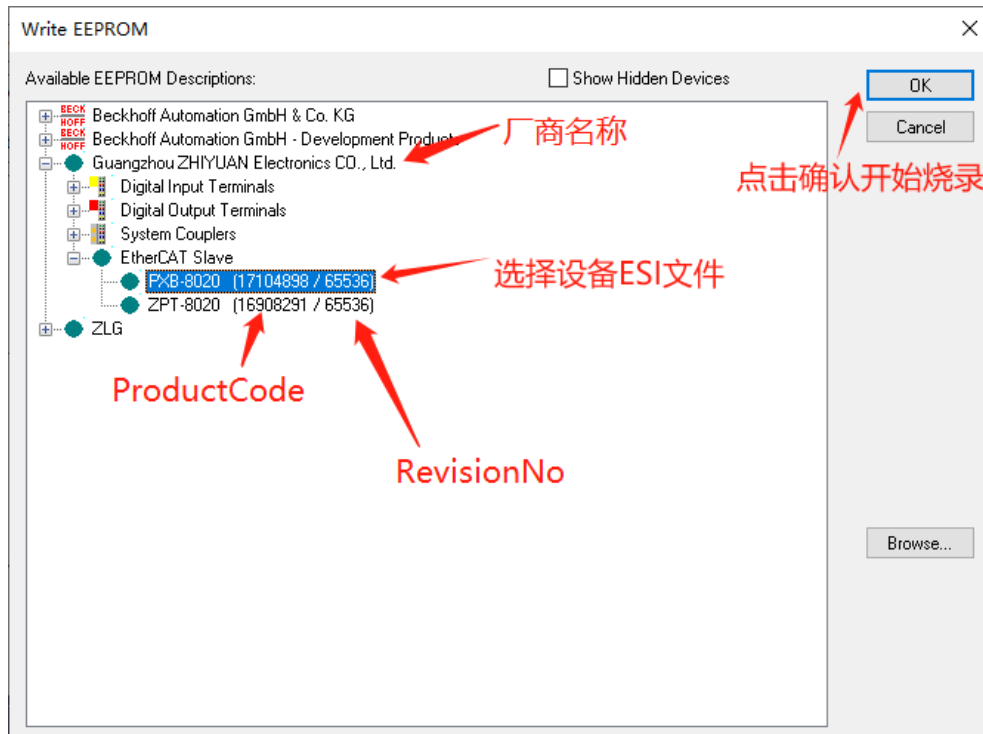

图 5.3 烧录 ESI 文件至 EEPROM
- 3) 跳转至烧录界面, 选中需要烧录的 ESI 文件, 点击 OK 即开始烧录对应的 ESI 文件, 如图 5.3 所示。